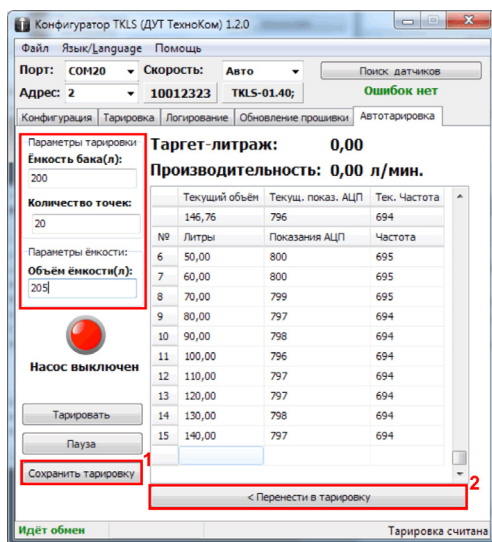

Рис.4. Завершение тарировки.
- После того как будут вычислены все точки тарировочной таблицы, тарировка будет завершена (Рис.4).
- Тарировочная таблица может быть сохранена во внешний файл. Для этого необходимо нажать кнопку «Сохранить тарировку» (Рис.4, п.1). Таблица будет сохранена в текстовый файл, в папку \Tare, расположенную в корневой папке конфигуратора TKLS.
- Кнопка «Перенести в тарировку» (Рис.4, п.2) позволяет перенести тарировочную таблицу, полученную в процессе автотарировки, на вкладку «Тарировка». После этого на вкладке «Тарировка» таблица может быть записана в датчик, подключенный к конфигуратору. Записанная таким образом тарировочная таблица будет сохранена во внутреннюю FLASH память датчика, т.е. будет доступна и после перезагрузки питания датчика.